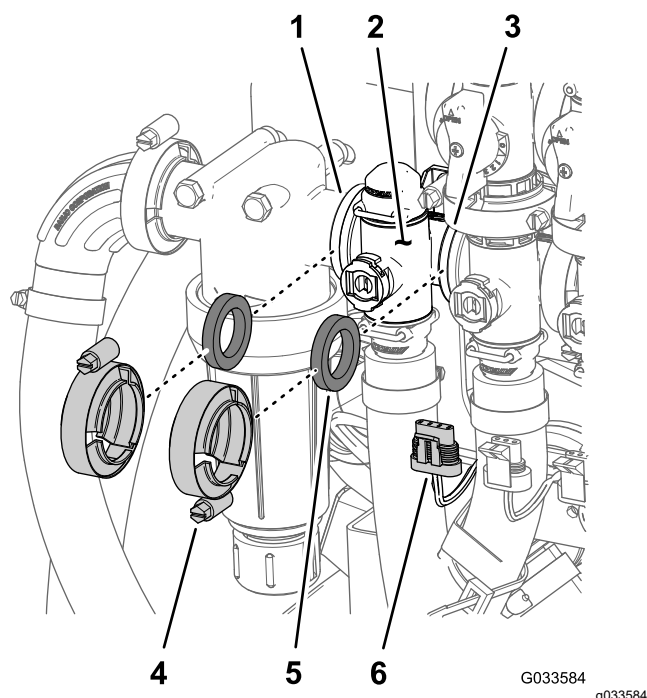

Figura 113
1. Retire las 2 bridas de fijación y las 2 juntas que sujetan el distribuidor de la válvula de control de caudal (Figura 113) al filtro de presión y la válvula de agitación.